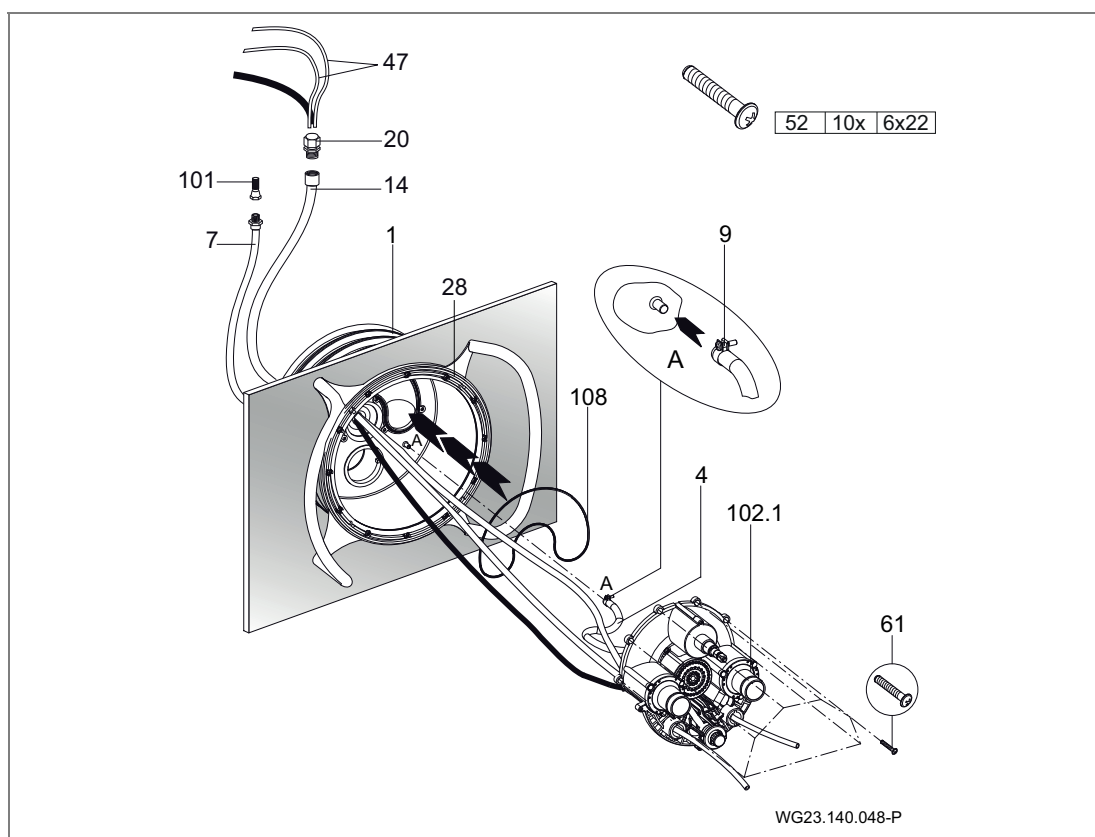

Fig. 16
2. Applicare l'O-Ring (108) nel corpo da murare (1). (Fig. 16)
3. Avvitare le dieci viti autofilettanti (61) in dotazione nell'alloggiamento degli ugelli. Applicare l'alloggiamento premontato degli ugelli (102.1) sul corpo da murare (1). (Fig. 16)
4. Condurre i tubi pneumatici (47) ed i cavi del proiettore attraverso il tubo di protezione (14) ed ermetizzare con il passacavo filettato (20). (Fig. 16)
5. Fissare il tubo interno dell'aria (4) già completamente premontato sull'alloggiamento degli ugelli (102.1) e sulla regolazione dell'aria, al corpo da murare (1) con una fascetta stringitubo (9). (Fig. 16)
6. Condurre i tubi pneumatici attraverso le aperture inferiori e esterne dell'alloggiamento degli ugelli (102.1); luce ON/OFF a sinistra; pompa ON/OFF a destra. (Fig. 16)
7. Posizionare l'intero alloggiamento degli ugelli (102.1) sulla corpo da murare (1) e fissare le dieci viti autofilettanti premontate (61). (Fig. 16)